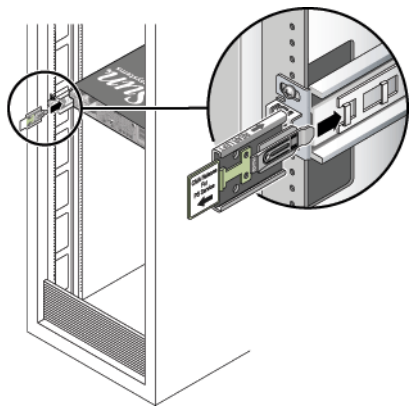

ABBILDUNG 2-4 Einfügen der Schienenverlängerung der Kabelführung in das hintere Ende der linken Schiene
3. Führen Sie die Schienenverlängerung der Kabelführung in die linke Schiene ein, bis sie hörbar einrastet (ABBILDUNG 2-4).